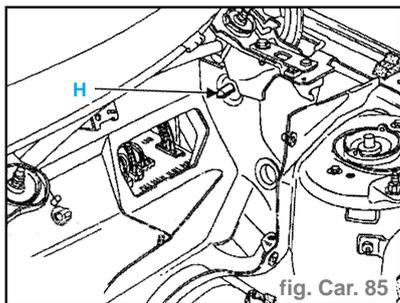

fig. Car. 85
- Positionner le boîtier climatisation sur le centreur (H) puis procéder à l'inverse de la dépose. (fig. Car. 85)